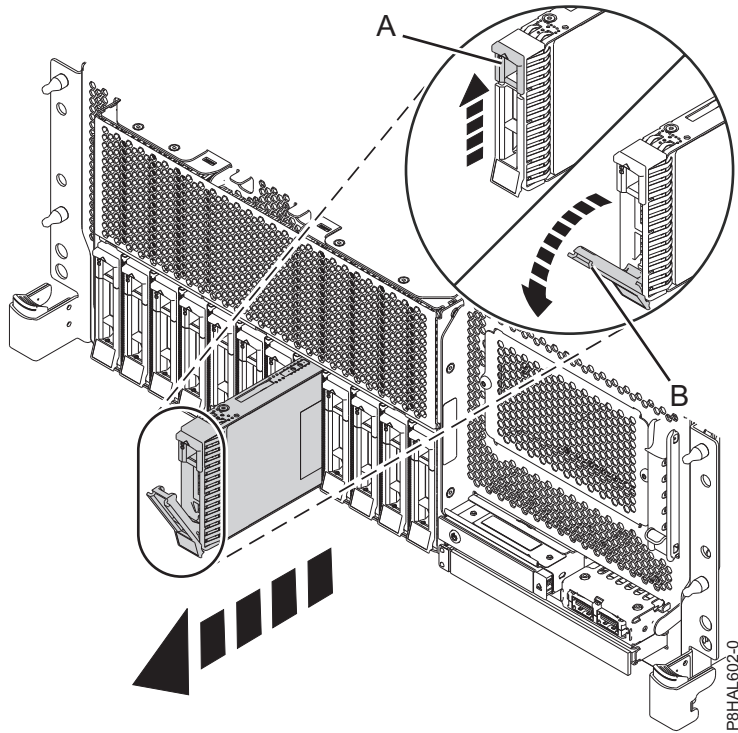

Figure 101. Retrait d'une unité de disque d'un système à fonction de base monté en armoire
4. Lorsque le voyant d'identification s'allume et reste fixe, déverrouillez la poignée de la baie d'unité **(B)** en appuyant dessus **(A)** et en la tirant vers vous. Voir : figure 101, à la page 113, figure 102, à la page 113, figure 103, à la page 114 et figure 104, à la page 115. Si la poignée n'est pas complètement sortie, vous ne pouvez pas retirer l'unité SSD du système.